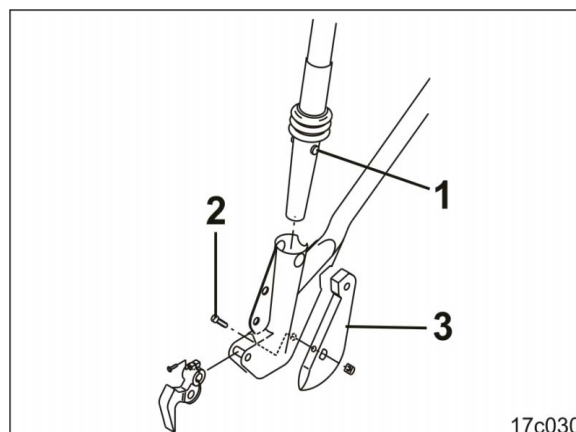

Fig. 170
1. Trykk niplene (Fig. 170/1) på trakten inn i labben.
3. Fjern skruen (Fig. 170/2) (skruens tiltrekkingsmoment 45 Nm).
4. Løft labbspissen (Fig. 170/3) ut av forankringen.